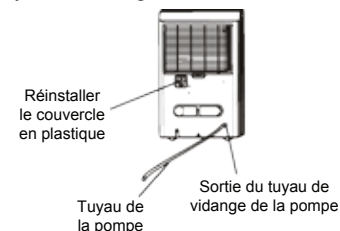

Fig. 11
- Retirez le tuyau d'évacuation en continu de l'unité et installer le couvercle en plastique à la sortie du tuyau de vidange continue de la unité par rotation dans le sens horaire. (Voir Fig.11)
- Revendre le tuyau de vidange de la pompe dans le tuyau de vidange de la pompe sortie pour la profondeur de 15mm au moins (voir Fig.11), puis conduire le tuyau d'eau vers le drain de plancher ou une installation de drainage approprié.